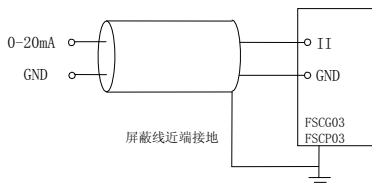

图 2-32 II 端子模拟信号输入接线示意图
2.12.3 II 端子接受模拟信号 (0~20mA) 输入, II 端子模拟信号输入接线示意图如图 2-32 所示。